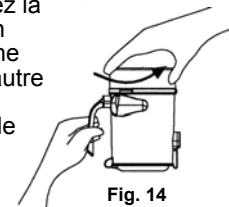

Fig. 14
1. Pour retirer l'assemblage du filtre de la coupelle, tenez la coupelle par son manche dans une main et, avec l'autre main, tournez le couvercle dans le sens contraire des aiguilles d'une montre et enlevez-le. (Fig. 14).